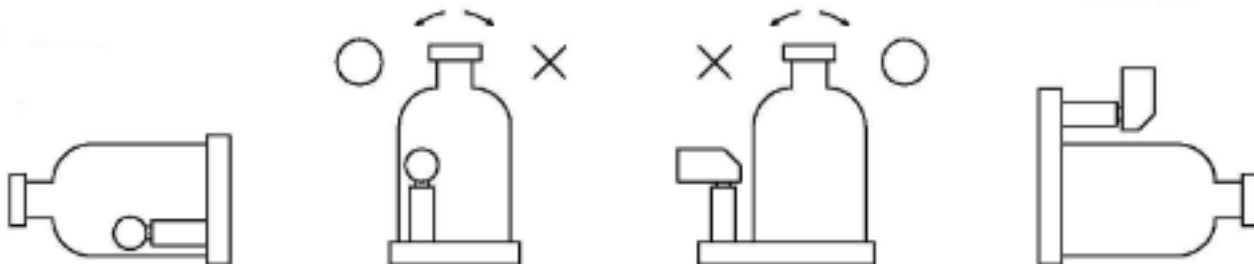

Figura 1
**Para usar el gato en posición horizontal,** use la Figura 1 como referencia.